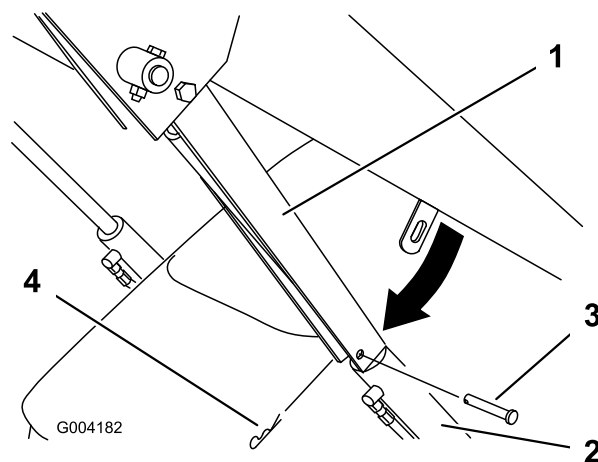

Figura 24
4. Retire la chaveta y el pasador que fijan el bloqueo del cilindro al brazo de carga (Figura 24).
5. Baje el bloqueo del cilindro sobre la barra del cilindro y fíjelo con el pasador y la chaveta (Figura 24).